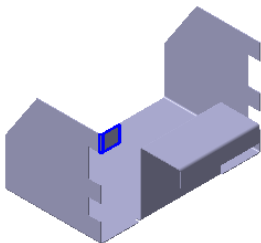
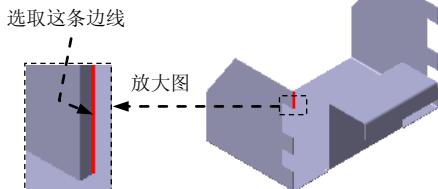

图 8.9.22 弯边特征 6
图 8.9.23 定义附着边
(4) 单击 按钮，完成特征的创建。
Step11. 创建图 8.9.22 所示的弯边特征 6。
(1) 选择命令。单击“主页”功能选项卡“钣金”工具栏中的“弯边”按钮 。
(2) 定义附着边。选取图 8.9.23 所示的模型边线为附着边。
弯边侧方向向内,如图 8.9.22 所示。